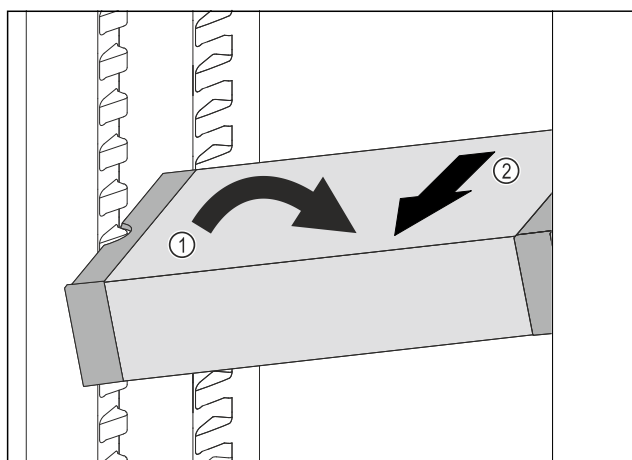

Fig. 57
- Plasser VarioSafe skrått i kjøleskapet. Fig. 57 (1)
- Ta ut VarioSafe ved å trekke den forover. Fig. 57 (2)